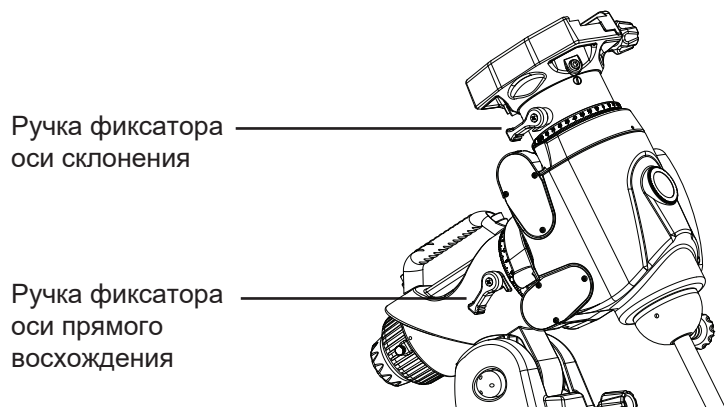

Рис. 2.1
1. Ослабьте ручку фиксатора оси прямого восхождения, чтобы вращать ось вручную (рис. 2.1).
2. Ослабьте ручку фиксатора оси склонения, чтобы вращать ось вручную (рис. 2.1).